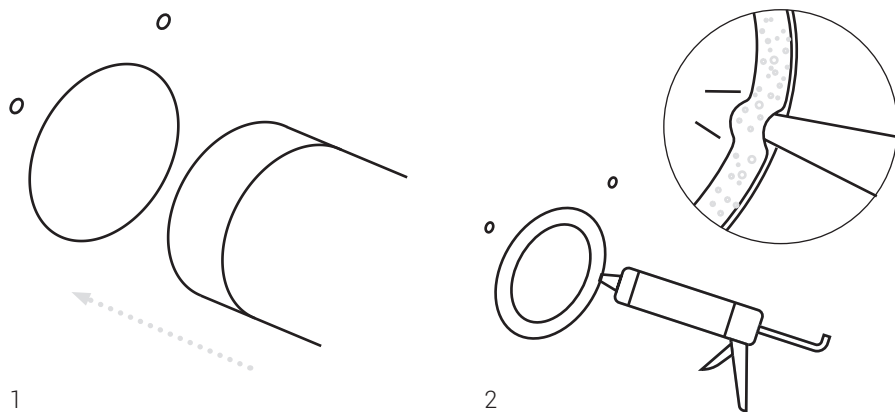

Рисунок 6.6 — Установка теплоизоляционной трубы
9. Установите трубу в воздушный канал, сориентировав решетку в сторону улицы (рис. 6.6, поз. 1). Ламели решетки должны быть направлены вниз. Выступающий внутрь помещения конец трубы отрежьте в один уровень со стеной. Нанесите нейтральный силиконовый герметик непрерывным контуром между трубой и вентиляционным каналом со стороны комнаты (рис. 6.6, поз. 2).